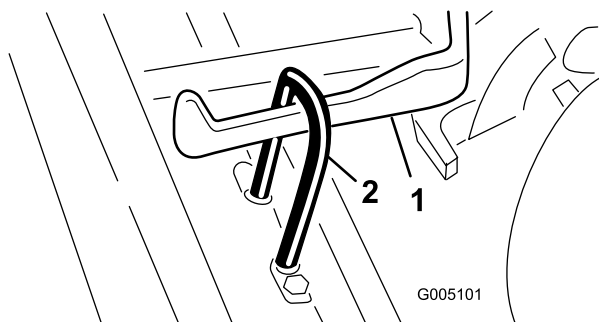

Figura 7
- Deslice la unidad de corte por debajo del bastidor de tiro mientras acopla el gancho de elevación al brazo de elevación (Figura 7).